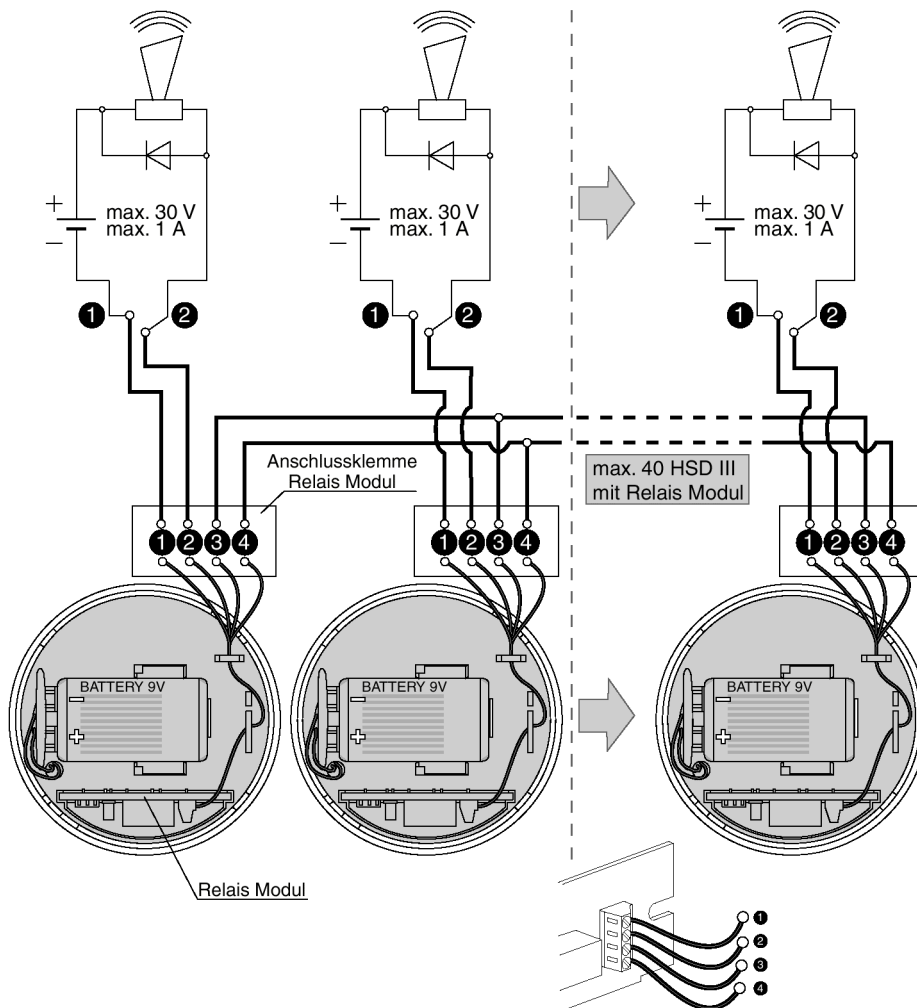
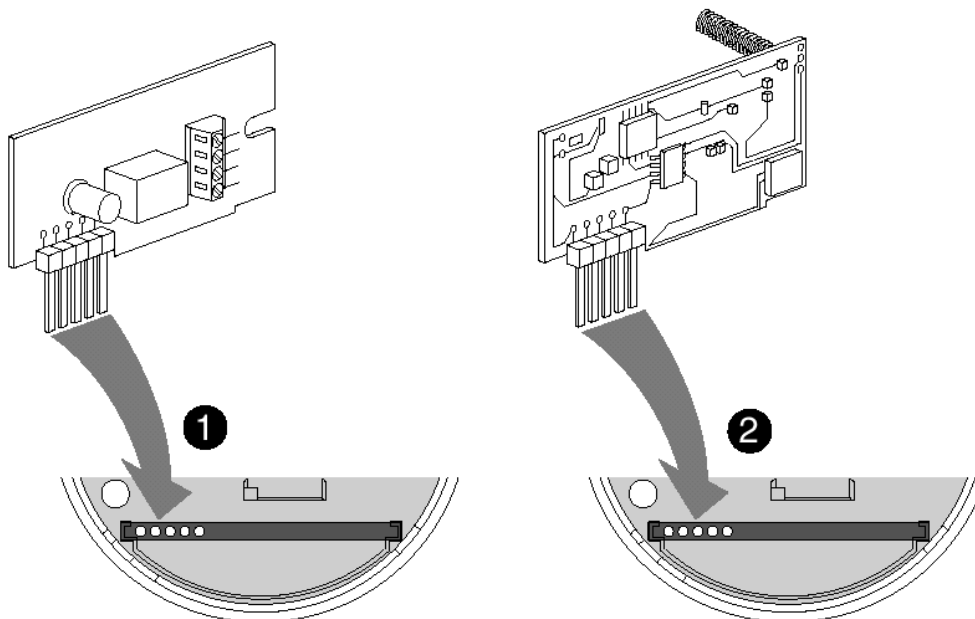

Abb.5
Abb.6 Relais-Modul
Zur Vernetzung von Rauchmeldern wird ein Relaismodul benötigt, welches als Zubehör erhältlich ist. Bis zu 40 Rauchmelder (mit Relaismodul) können mit einer verdrehten Zweidrahtleitung (z.B. Telefonkabel) nach Abb.5, untereinander verbunden werden. Die max. Leitungslänge beträgt 500 m bei einem Kupferdraht von 0,6 mm Durchmesser. Sie können darüberhinaus externe Signalmittel wie Hupen oder Warnleuchten anschließen.
- Zweidrahtleitung durch die vorgesehene Zugentlastungs-Öse führen (Abb.5) und anschließend gemäß Anschluss-Schema mit Relaismodul verbinden. Danach das Relaismodul in den dafür vorgesehenen Steckplatz einsetzen (Abb.6, 1).
Den Rauchmelder durch drehen nach links aus dem Sockel nehmen. Das entsprechende Modul seitlich anfassen und in den dafür vorgesehenen Steckplatz einsetzen (Abb.6).